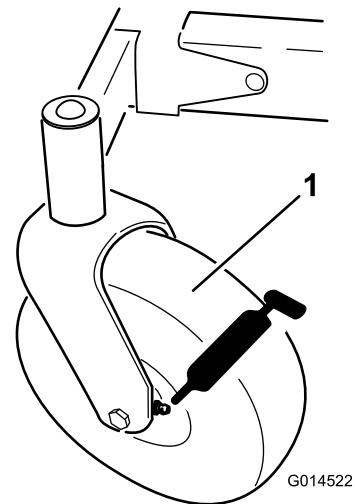
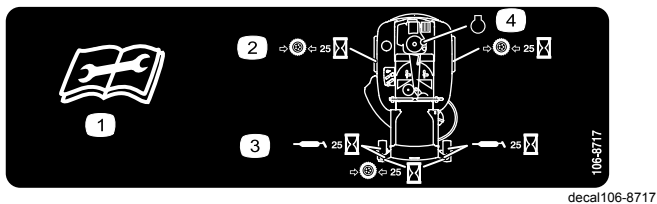

Bild 33
Bild 34
3. Reinigen Sie die Schmiernippel (Bild 33 und Bild 34) mit einem Lappen.
4. Stecken Sie eine Fettspritze auf jeden Schmiernippel und pumpen Sie solange Fett in die Nippel, bis das Fett aus den Lagern austritt (Bild 33 und Bild 34).